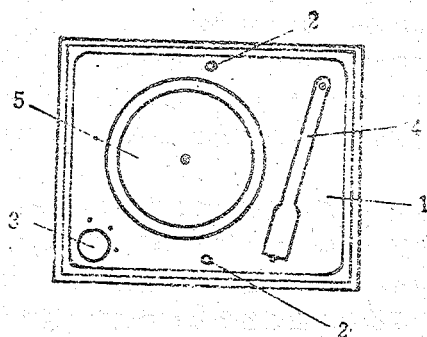

图 6 面盘上的防震螺丝
**注意防震** 人的走动与外界振动，都能引起电唱机的振动。严重时，使唱头跳出唱片的音槽而造成唱针与唱片的损坏。目前生产的电唱机一般都在面盘上安装防震弹簧，并用螺丝调节，如图6所示。使用时应将防震螺丝松起，使弹簧起作用。不用时，或需要搬动时，应将防震螺丝锁紧，防止面盘松脱。必须注意，即使装上了防震弹簧，也只能减少震动对电唱机的影响，在使用过程中仍要注意防震。